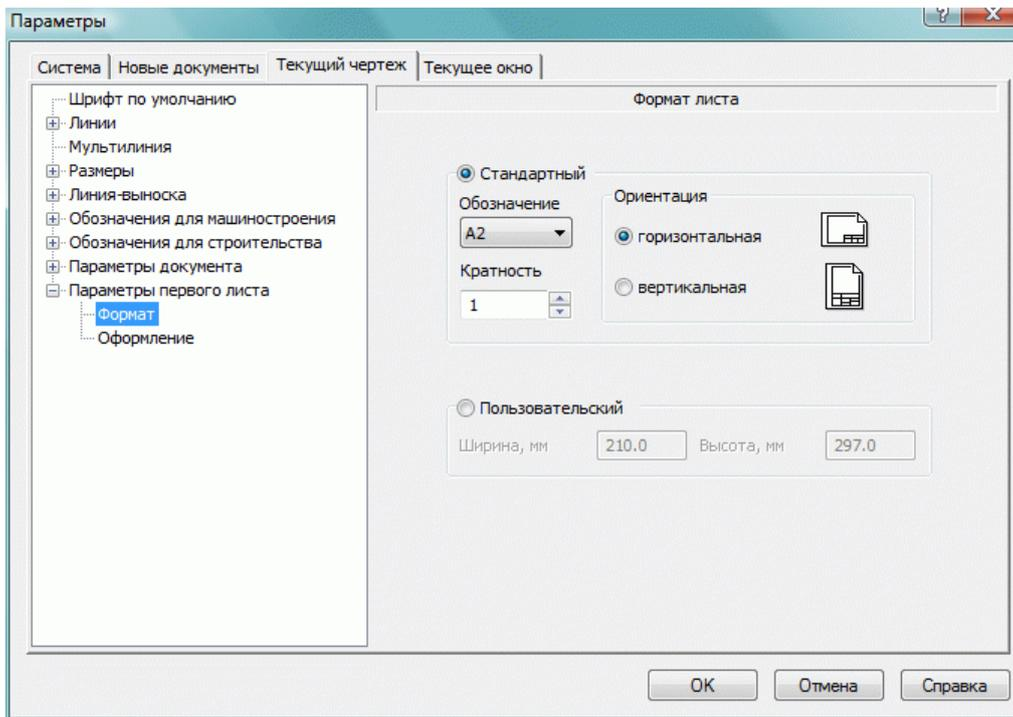

Рис. 2.3.
– открываем вкладки: **текущий чертеж – параметры первого листа – формат** и выставляем формат листа A2 и его ориентацию – горизонтальная (рис. 2.3);